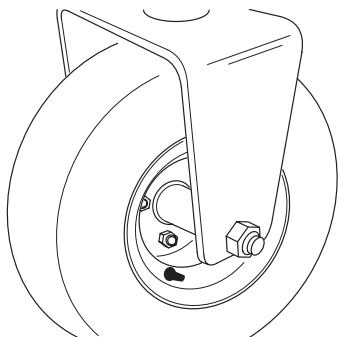

Bild 5
4. Positionieren Sie die Krümmung des Schraubenkopfs unter die untere Kante der Laufradgabel. Setzen Sie die Sicherungsmutter ein und ziehen Sie sie an, um das Rad an der Laufradgabel zu befestigen (Bild 5).